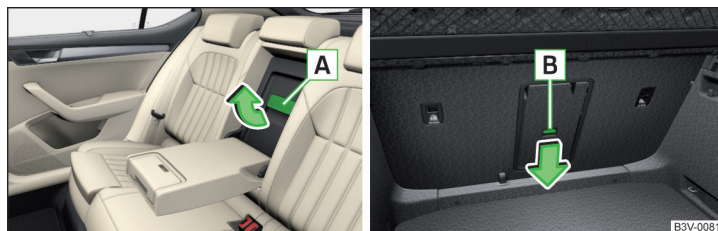

Fig. 79 Deschiderea capacului: din habitacul/din portbagaj
- Trageți mânerul [A] în sensul săgeții » fig. 79 și rabatați capacul în față.
- Împingeți tasta de deblocare [B] în sensul săgeții » fig. 79 și rabatați capacul împreună cu cotiera în față.
Aveți grijă ca după închiderea capacului să fie întotdeauna bine fixate cotierele. Acest lucru îl recunoașteți după zona roșie de deasupra tastei de deblocare [B] » fig. 79, care nu se poate vedea din portbagaj.